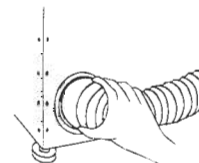

Fig. 3
- Introduire l'adaptateur dans la sortie souhaitée du sèche-linge (Fig. 3)
- Plaats het tussenstuk in de gewenste uitlaat van de droger (Fig.3)
- Introducir el adaptador en la salida de la secadora (Fig. 3).
- *Den Adapter in den gewünschten Austritt des Wäschetrockners einführen. (Siehe Abb. 3)*
- Fit the adaptor into the dryer outlet required. (Figure 3)